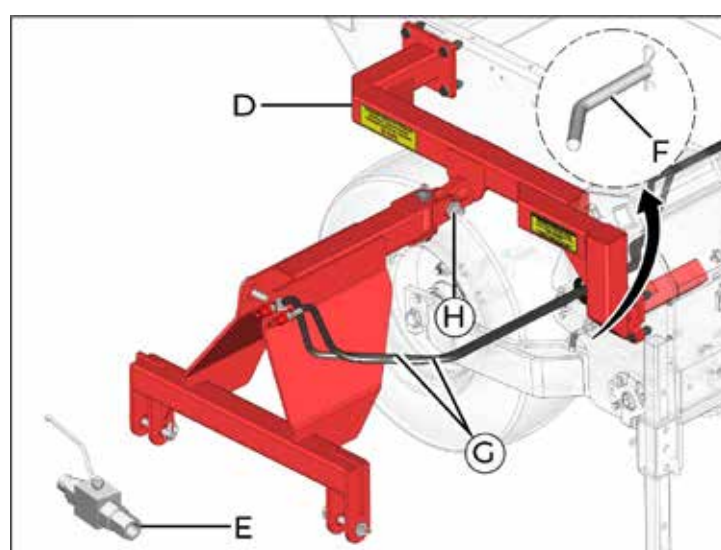

fig. 29
Durante o plantio não é necessária a retirada do cabeçalho de transporte (D) (fig. 29).
Trave os articuladores com o pino (F) (fig. 29), posicione o pé de apoio no modo de sustentação (conforme fig. 03, página 39). Acione o sistema hidráulico para baixar a máquina, feche válvula (E) da mangueira de retorno do sistema hidráulico, antes de desconectá-las do sistema hidráulico do trator. Isso impedirá que os rodados principais baixem e venham a encostar no solo durante o transporte.
Monte a estrutura de levante (A) (fig. 29) no lado direito da semeadora, fixando-a no cabeçalho de transporte (D) com o pino (H) (fig. 29).
Engate as mangueiras (G) (fig. 29) no sistema hidráulico do trator.
Não acione o cilindro de levante quando o rodado estiver travado com a válvula (E) (fig. 29).